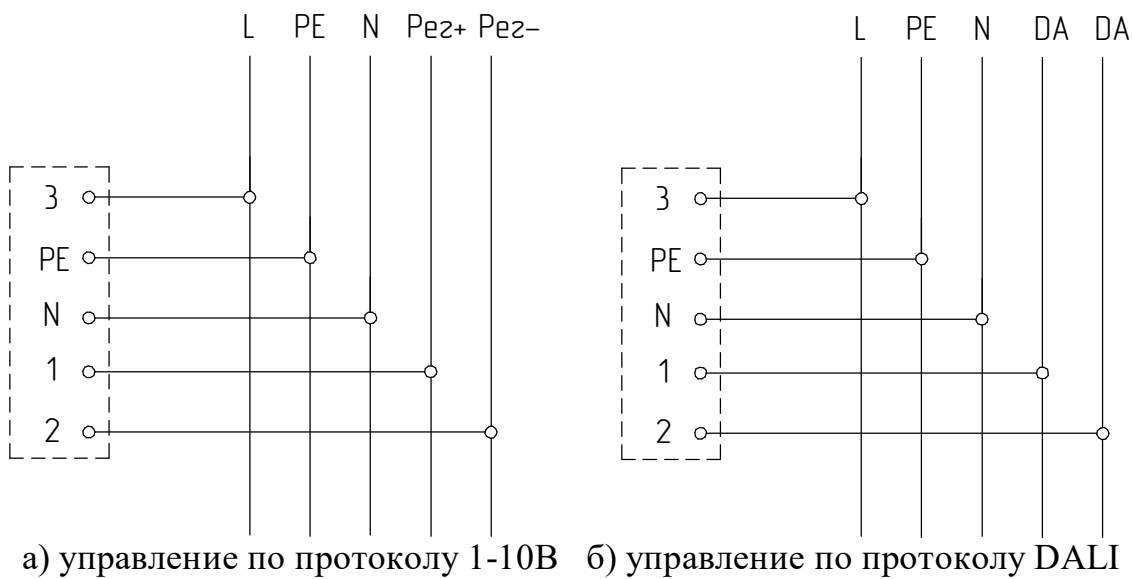

Рисунок 5 - Схема подключения светильника с управлением к сети
5.5 Подключения светильника с функцией управления производить согласно схеме (см. рисунок 5), провода управления подключаются строго с соблюдением полярности, указанной в маркировке.